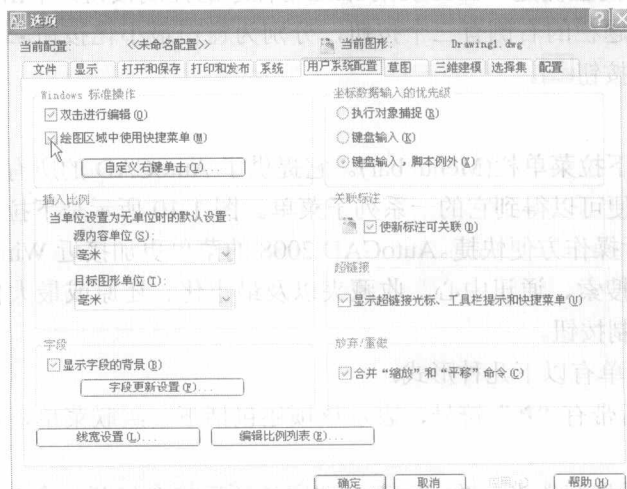

图 1-12 “选项”对话框中的“用户系统配置”选项卡
(1) 选择菜单【工具】→【选项】, 出现“选项”对话框。
(2) 在“选项”对话框中单击“用户系统配置”选项卡, 出现如图 1-12 所示的对话框。